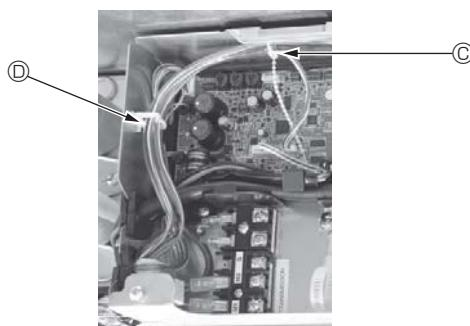
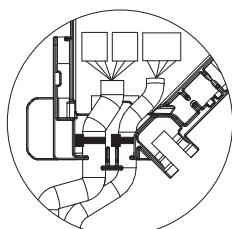

Fig. 5-15
Fig. 5-16
- Bunta ihop den överflödiga delen av kablarna från i-See-sensorn och signalmottagaren i elkomponentlådan och fäst upp dem enligt bilden. (Fig. 5-15) Se till att buntbandet som håller i-See-sensorn och signalmottagarens anslutningskablar är placerat inuti anslutningsboxen. (Fig. 5-16)